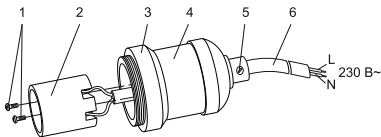

Рисунок 4
3.2.3 Подключение патрона без шнура (рисунок 4):